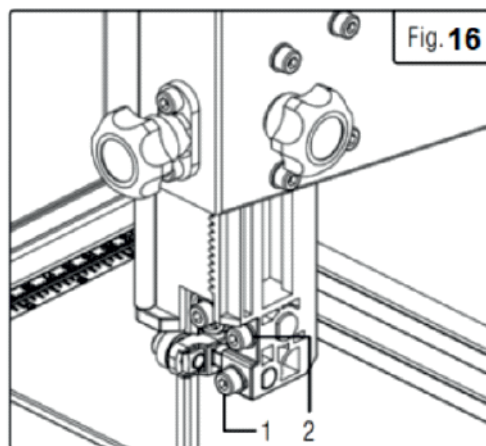

Рис. 16
Правильная регулировка направляющих подшипников – это наилучший способ продлить срок службы пильного полотна, продлить срок службы подшипника и предотвратить смещение полотна при работе. Выключите станок и отсоедините его от сети питания до начала выполнения регулировки. Откройте верхнюю дверцу. 1. Используйте шестигранный ключ, чтобы ослабить нижний установочный винт (Рис. 16–1) с правой стороны узла верхнего направляющего подшипника. Расположите узел так, чтобы роликовые подшипники находились на расстоянии 1–2 мм за впадинами зубьев. Затяните винт.
2. Используйте шестигранный ключ, чтобы ослабить верхний установочный винт (Рис. 16–2) с правой стороны узла. Расположите упорный подшипник так, чтобы он был как можно ближе к ровному краю пильного полотна, не касаясь его.